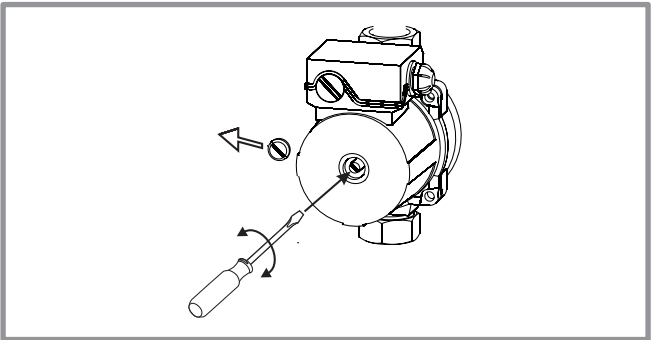

Figure 29 - Dégrippage du circulateur
- A la mise en service il est conseillé de vérifier que le(s) circulateur(s) tourne(nt) librement (Figure 29).